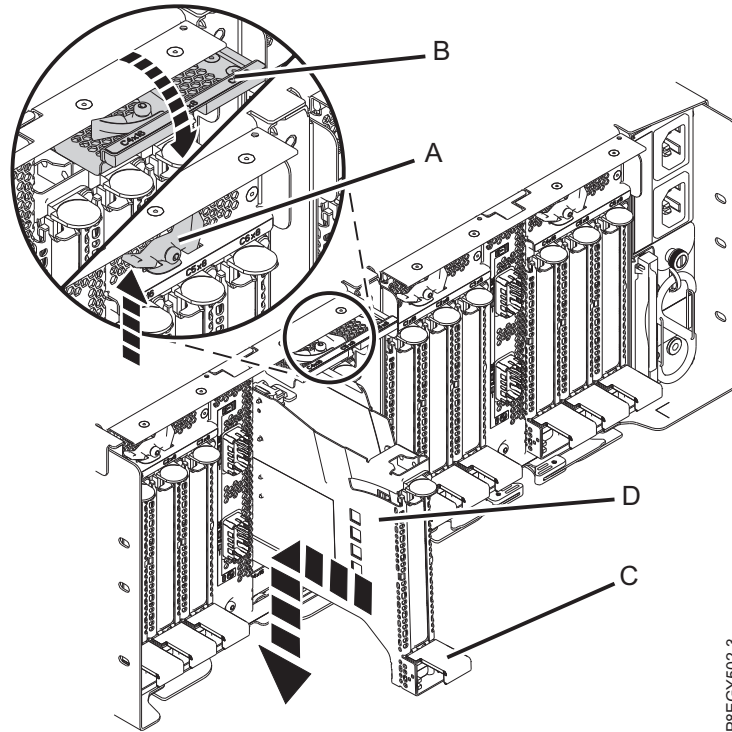

Figure 13. Installation d'une cassette de cartes PCIe dans le tiroir d'extension PCIe3
- b. Saisissez avec précaution le bord supérieur de la cassette de cartes (D) et alignez cette dernière avec l'emplacement. Voir figure 13, à la page 13.
- c. Faites glisser la cassette de cartes PCIe (D) dans son emplacement.
- d. Une fois la cassette de cartes PCIe (D) insérée dans son emplacement, appuyez sur la poignée de la cassette (C) pour fixer la cassette de cartes (D) dans son connecteur. Voir figure 13, à la page 13.
- e. Faites pivoter la porte de verrouillage (B) vers le bas et appuyez dessus afin de la placer en position fermée, comme illustré dans la figure 13, à la page 13. Le loquet de verrouillage (A) se bloque automatiquement.